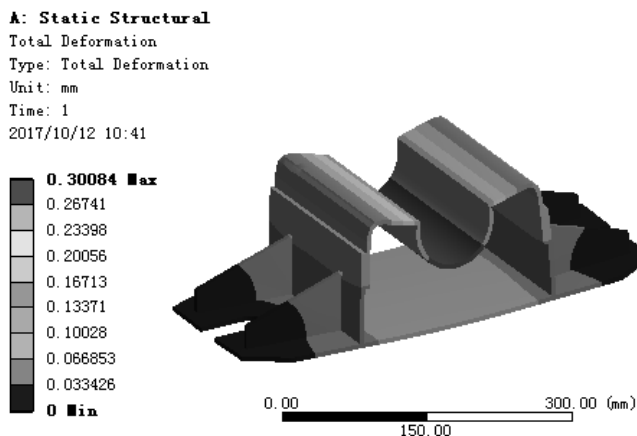

图 7.7.26 位移变形结果图解
(3) 查看位移变形结果图解。在“Outline”窗口中选中 **Total Deformation**，查看图 7.7.26 所示的位移变形结果，其最大位移为 0.30084 mm。